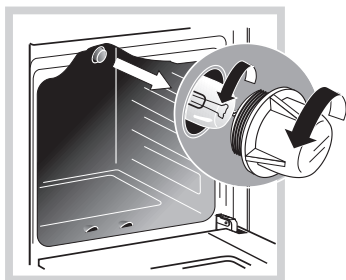

Рис. 17
- Открутите стеклянный плафон (рис.17)